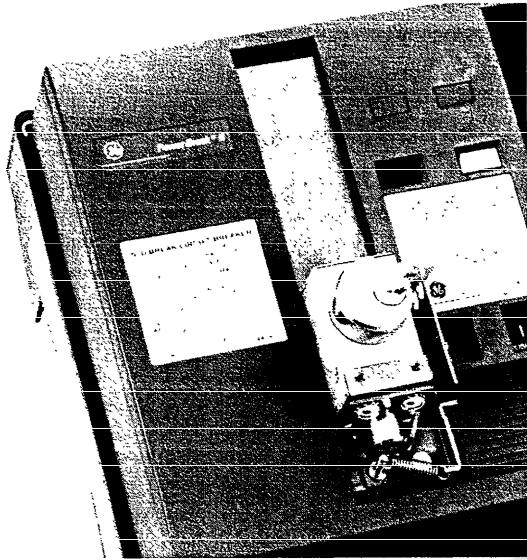

Figure 7. The Key Interlock body attached to the mounting plate.
5. Attach the Key Interlock body to the mounting plate with two  $\frac{1}{4}$ -20 screws and lock washers, as shown in Figure 7.
**CAUTION:** Do not attempt to install the breaker cover if the lock bolt is extended, as shown in Figure 7. Turn the key so that the lock bolt retracts and disengages the interlock slide, to prevent the damage described in step 9.
**ATTENTION:** Il ne faut pas essayer d'installer le couvercle du disjoncteur si le pêne est tendu, tel que montré à la Figure 7. Tourner la clé de manière à ce que le pêne se rétracte et désengage la coulisse de l'enclenchement afin de prévenir le dommage décrit à l'étape 9.